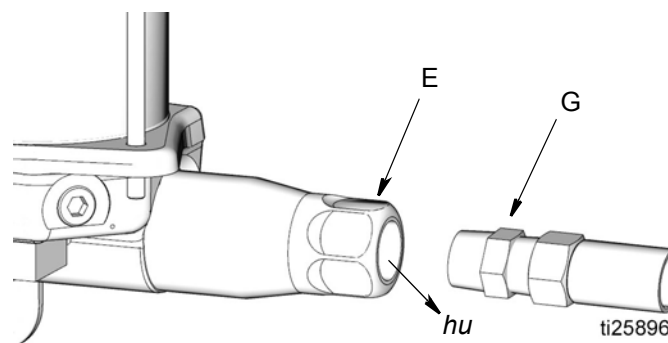

FIG. 7
3. Débrancher la conduite d'alimentation en lubrifiant (G) de la sortie de la pompe (E) (FIG. 7).
5. Faire fonctionner la pompe durant quelques courses jusqu'à ce que de l'huile (o/), exempte d'air, sorte par la sortie (E) de la pompe (FIG. 7).